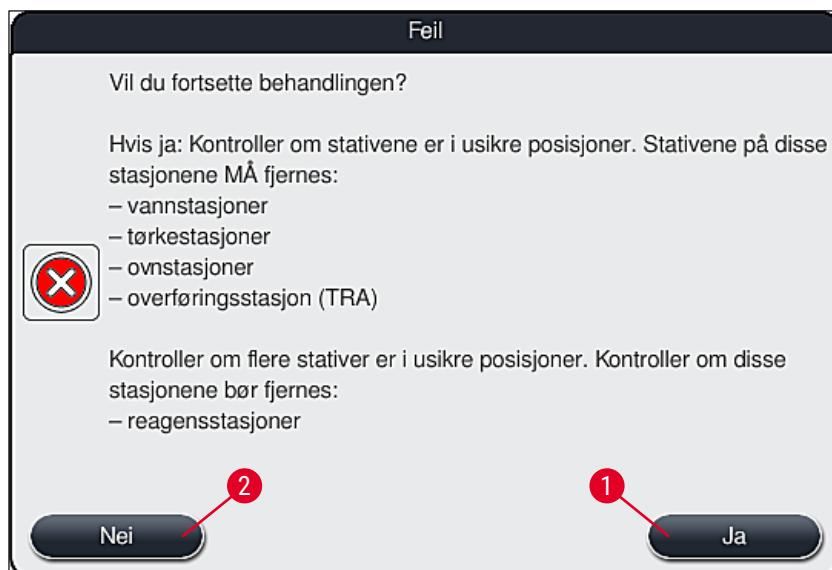

Fig. 108
4. Deretter kan brukeren velge om fargeprosessen skal gjenopptas (→ S. 131 – 8.2.2 Gjenoppta fargeprosessen etter et strømbrudd) eller avbrytes (→ S. 133 – 8.2.3 Avbryte alle fargeprosesser etter et strømbrudd)(→ "Fig. 108").
- Fjern de kritiske stativene fra instrumentet i samsvar med forrige informasjonsmelding (→ "Fig. 108"), og bekrefte fjerningen ved å trykke på den tilsvarende stasjonen (→ "Fig. 109-1") på skjermen.
Du kan angre avbrytelsen av fargeprosessen og return til forrige valgmeny (→ "Fig. 108") ved å trykke på Avbryt-knappen (→ "Fig. 110-2").